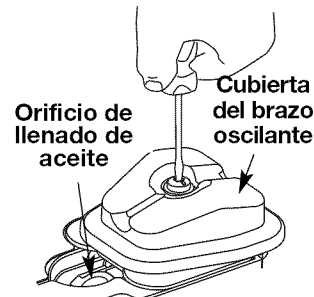

Fig. 29
5. Limpie la suciedad de alrededor de la cubierta del brazo oscilante. Saque el tornillo que sostiene la cubierta del brazo oscilante con un destornillador grande de vástago plano o con una broca Torx T-25 (Fig. 29). Saque la cubierta y la junta del brazo oscilante.